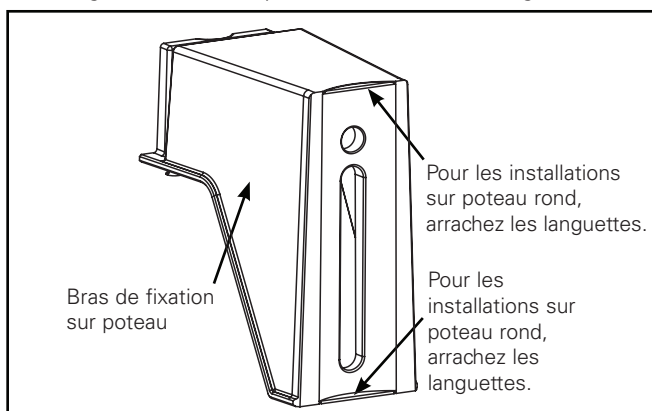

Figure 1.
### Bras latéral du boîtier installé en usine - Option (Figure 1 – Figure 5).
1. Le bras de fixation sur poteau est conçu pour un poteau carré ou rond. L'installation sur poteau rond nécessitera le retrait des languettes du bras de fixation. Saisissez la languette avec des pinces et arrachez-la. (Figure 1)